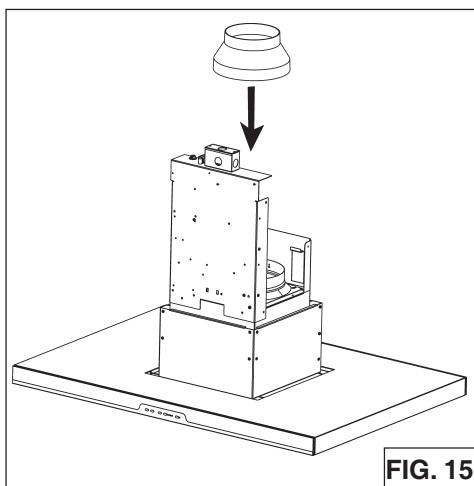

FIG. 15
1. Jetez le collier/clapet de sortie fourni avec la hotte (Fig.15).